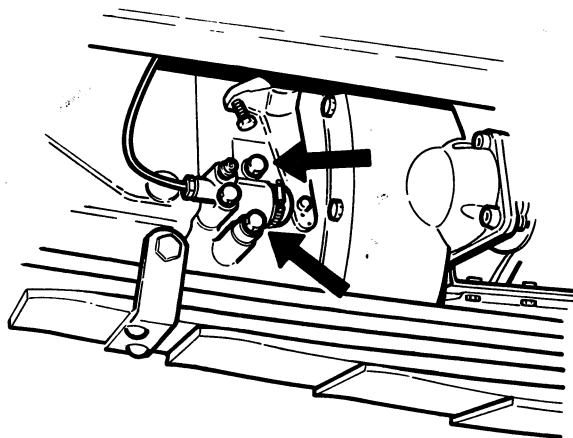

Fig. 6
- Déposer l'équerre de la conduite de commande de changement de vitesses se trouvant sur la boîte (fig. 6).